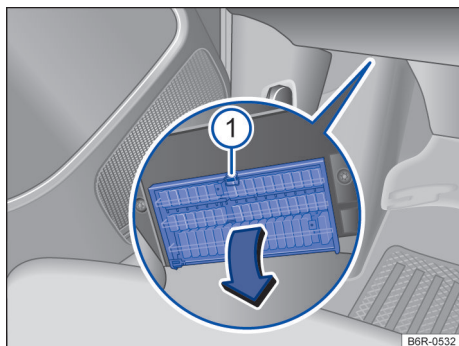

Fig. 117 No lado do condutor embaixo do painel de instrumentos: abrir a cobertura da caixa de fusíveis.
- *Abrir*: pressionar a alavanca de travamento → Fig. 117 ⓘ até que a cobertura se abra.